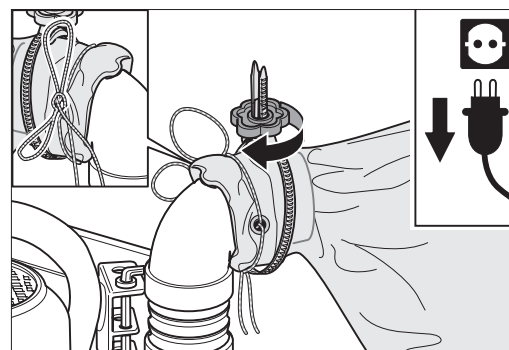

Abb. 4: Den MultiClip handfest anziehen und zubinden des Staubsackes.
- 5 Ziehen Sie den MultiClip handfest an, wobei sich der Staubsack unter dem MultiClip nicht in Falten legen darf. Binden Sie den Staubsack zusätzlich mit der Kordel zu (Abb. 4).